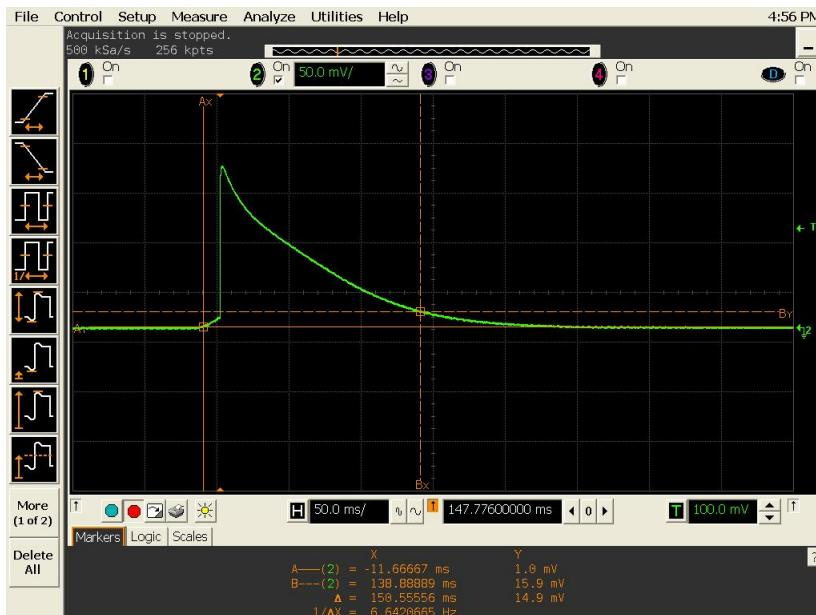

Figure 5-13 Temps de réponse transitoire de la charge
- 7 Configurez l'oscilloscope pour afficher des ondes transitaires, comme illustré dans la Figure 5-13. Notez bien que la largeur d'impulsion ($t_2 - t_1$) des ondes transitaires à 15 mV ne doit pas dépasser 300 ms en sortie.